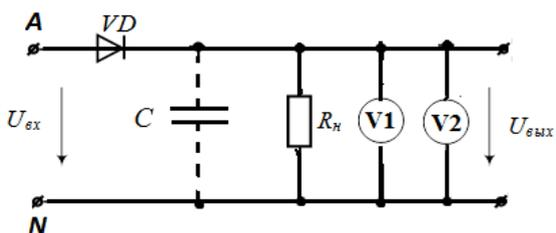

Рис. 7.1. Электрическая схема исследуемого однополупериодного выпрямителя
Схемы выпрямителей (рис. 7.1, 7.2) собираются с помощью соединительных проводников на наборной панели лабораторного стенда.
2. Соберите исследуемую цепь (рис. 7.1) на макетной панели с помощью проводников сначала без сглаживающего фильтра с сопротивлением нагрузки $R_{\text{н}} = 2,2 \text{ кОм}$. Включите мультиметры в режим измерения напряжения: V_1 – для измерения действующего значения синусоидального напряжения с диапазоном 20 В, V_2 – для измерения постоянного напряжения с диапазоном 20 В.
3. Подсоедините исследуемую цепь одним входным зажимом к фазе А, а другим – к нейтральной точке N трехфазного источника (рис. 7.1).